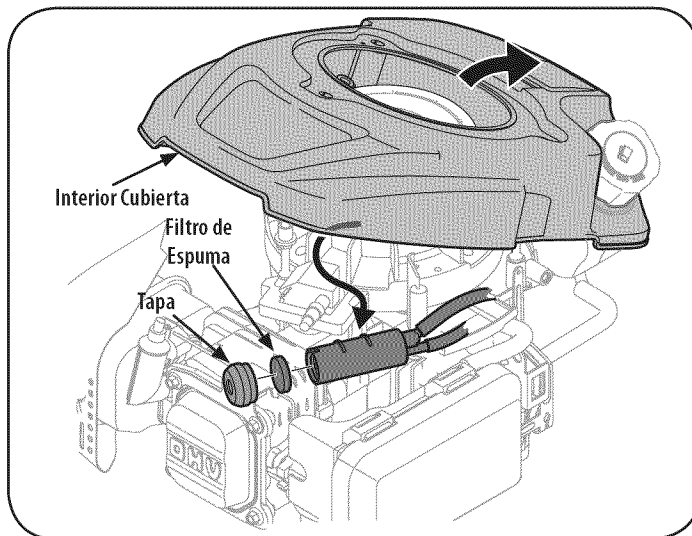

Figura 20
3. Levante interior cubierta de motor y tire con cuidado montaje caja del filtro de carbono de bajo cubierta, como se muestra en la Figura 20.
4. Retire la tapa del extremo del cartucho y tire el filtro de espuma y vuelva desde el interior del conjunto. Vea la Figura 20. Limpie o reemplace el elemento cuando está dañado.